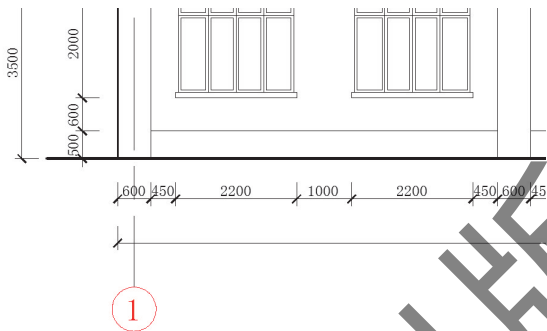

图 4-54 尺寸标注
(1)尺寸标注:尺寸标注在立面图中主要是详细尺寸标注和整体标注。使用【线性】和【连续标注】工具对图纸进行标注(图 4-54)。